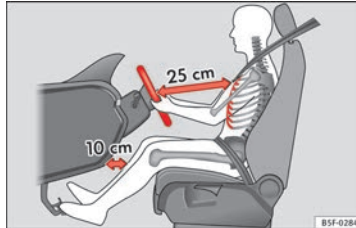

Bild 83 Rätt avstånd mellan föraren och raten
- Ställ in ratten så att det finns ett avstånd på minst 25 cm mellan ratten och mitten på din bröstkorg » **bild 83**.
- Ställ in förarsätet så att det är ett avstånd på minst 25 cm mellan mitten på bröstkorgen och mitten på rattan » **bild 83**. Om du sitter »